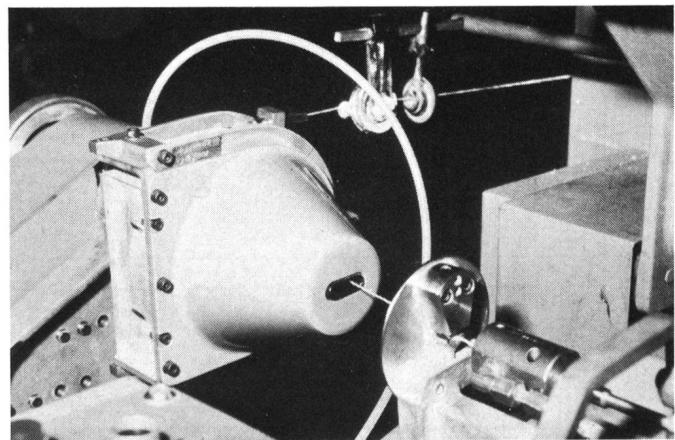

Bild 3
– der speziell für die Verarbeitung von Glasfasergarnen entwickelte Rotationsspeicher, dessen rotierende Garntrommel ein Wickeln ohne Umlenkstellen ermöglicht (Bild 3);